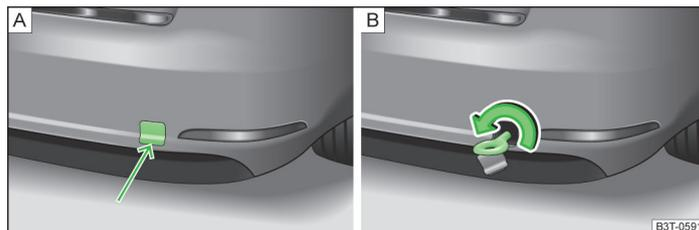

Abb. 191 Hinterer Stoßfänger: Ausbau der Abdeckkappe / Einbau der Abschleppöse
- Auf den unteren Bereich der Abdeckkappe im hinteren Stoßfänger drücken » Abb. 191 - A und diese herausnehmen.
- Die Abschleppöse nach links bis zum Anschlag einschrauben » Abb. 191 - B und diese so fest wie möglich anziehen. Für das Festziehen empfehlen wir, z. B. den Radschlüssel, die Abschleppöse eines anderen Fahrzeugs oder einen ähnlichen Gegenstand zu verwenden, der durch die Öse gesteckt werden kann.